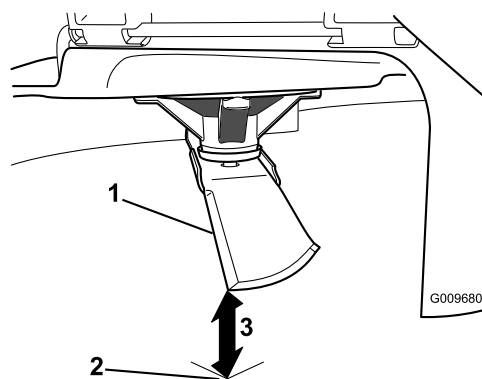

Figure 49
- Mesurez la distance entre la pointe de la lame et la surface plane (Figure 49).